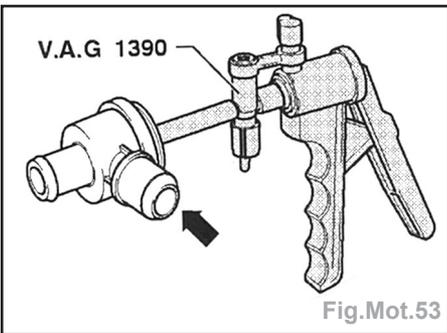

Fig.Mot.53
- Outil nécessaire (Fig.Mot.53) :